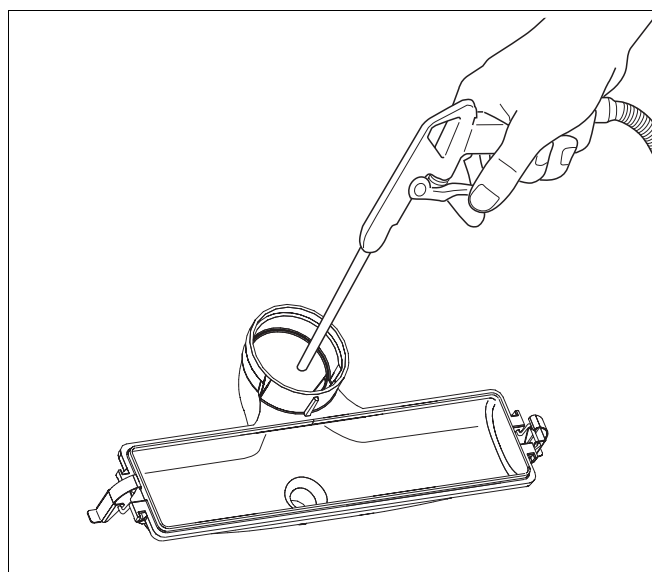

Fig. 121 Curățați vana de condensat
- Curățați vana de condensat în mod mecanic (cu aer comprimat sau cu o perie moale) și clatiți-o cu apă curată (Fig. 121).